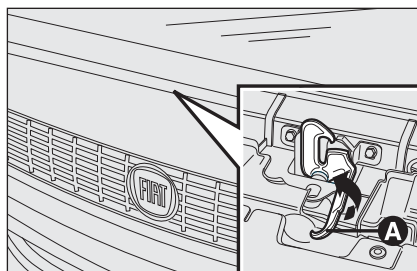

fig. 90
- tirare la levetta **A-fig. 90** come indicato in figura;